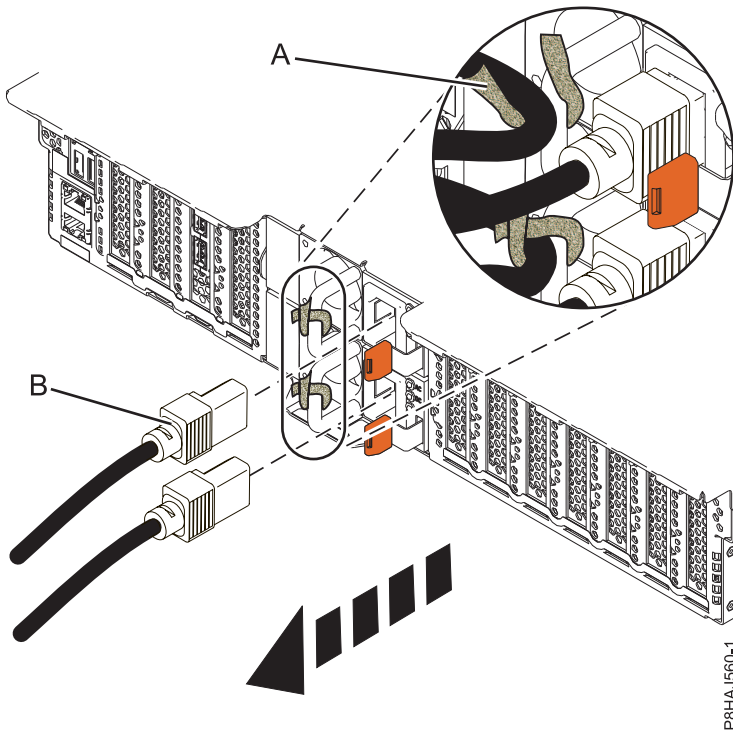
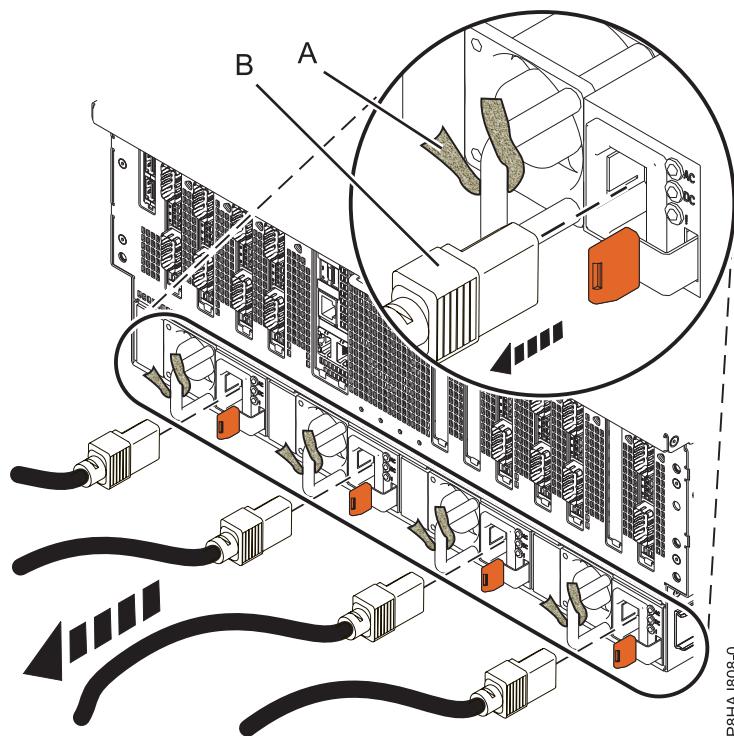

Abbildung 29. Netzkabel bei einem System vom Typ 5148-21L, 5148-22L, 8247-21L, 8247-22L, 8284-21A oder 8284-22A abziehen
Abbildung 30. Netzkabel bei einem System vom Typ 8408-44E oder 8408-E8E abziehen
3. Ziehen Sie die Netzkabel (**B**) von der Systemeinheit ab. Siehe Abbildung Abb. 28 auf Seite 44, Abb. 29 auf Seite 44 oder Abb. 30 auf Seite 45 (abhängig von Ihrem Systemtyp).